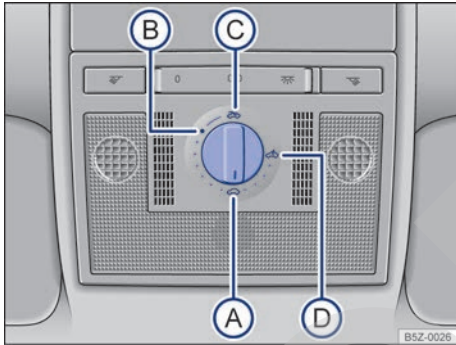

Fig. 31 En el guarnecido del techo: mando giratorio del techo solar.
Gire el mando → **fig. 31** hasta la posición deseada para regular las siguientes posiciones del techo solar:
- Gire el interruptor a la posición → fig. 31 (A) y tire hacia abajo en la zona posterior hasta que el techo solar quede completamente cerrado.